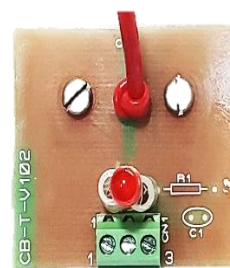

Figura 30 - Chamada de Banheiro Básica
o Sinalizador de Porta (SP). De posse das anotações, use uma chave de fenda 1/8"x3" para conectar o borne visto na Figura 30, as duas vias do cabo de pares trançados que vêm do Sinalizador de Porta (SP). Observe a correspondência entre os pinos do borne indicado na Figura 30, da placa da Unidade de Chamada do Banheiro (UCB), com os pinos do Sinalizador de Porta (SP) - Figura 35: **o pino 2 da UCB deve ser ligado ao pino 2 do SP; o pino 3 da UCB deve ser ligado ao pino 3 da UCB**. Veja a Figura 30. Veja a Tabela 4 - Conexão da UCL com a Chamada de Banheiro Básica
Na caixa de passagem onde será instalada a Unidade de Chamada do Banheiro (UCB), identifique o cabo de pares trançados que vem do Painei Concentrador. Na extremidade deste cabo deve haver plug RJ45 previamente crimpado. Encaixe este plug no receptáculo indicado na Figura 30.